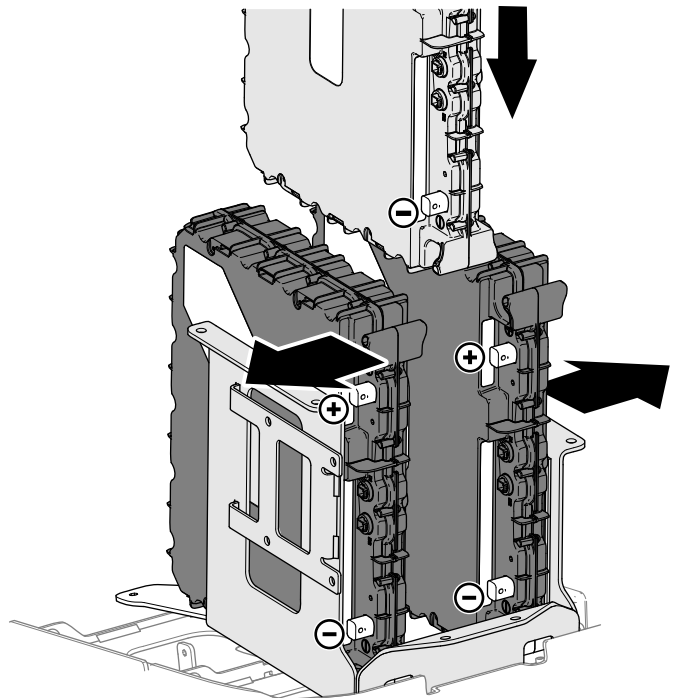

Figura 13
- B. Alinhe as baterias exteriores de forma a que fiquem posicionadas contra os lados esquerdo e direito da placa de montagem superior (Figura 13).
- C. Alinhe o centro da bateria de forma a que os terminais das baterias fiquem voltados para trás, e baixe a bateria central para a placa de montagem superior, entre as baterias exteriores (Figura 13).